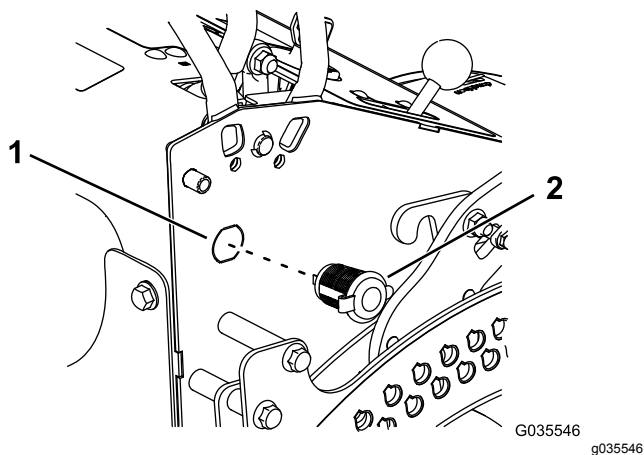

Figura 1
2. Elimine la separación del lado derecho de la máquina (Figura 1).
4. Instale el tomacorriente de 12 V y sujételo con el anillo de fijación (Figura 1).